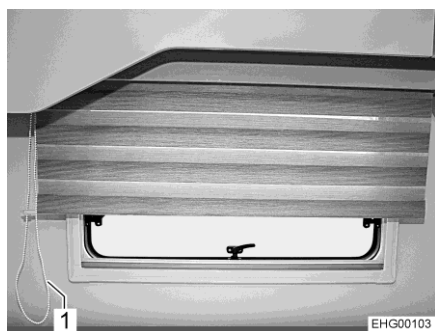

Fig. 103 Store Vario, zone arrière
- Tirer sur la corde de la chaînette (Fig. 103,1) qui ferme le store Vario-Rollo jusqu'à ce que ce dernier soit dans la position désirée.
- Tirer sur la corde de la chaînette (Fig. 103,1) qui ouvre le store Vario-Rollo jusqu'à ce que ce dernier soit dans la position désirée.